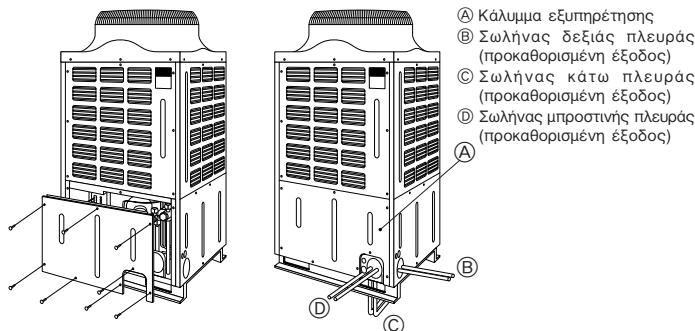

Fig. 5-4
5.3. Σωληνώσεις ψυκτικού υγρού (Fig. 5-4)